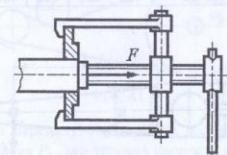

Рис. 37
7. Рассчитать винт и гайку съёмника (рис. 37) при силе давления F на винт, приведённой в табл. 37. Недостающими данными задаться.